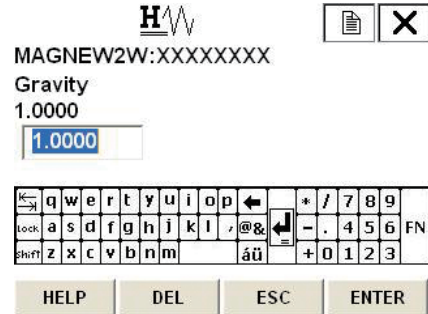

Fig. 7-9.
- Fig. 7-9. will then be displayed.